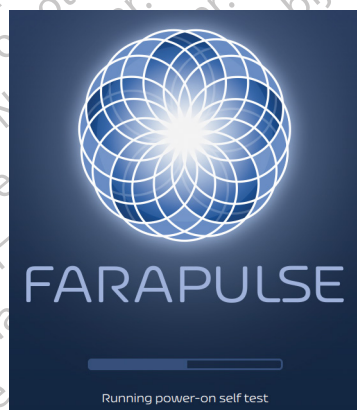

Bild 2. Välkomstskärm med POST-förloppsindikator
2. FARASTAR PFA-generator startar sina Power On Self Tests (POST) (Självtester vid påslagning). Under tiden kommer startskärmen att visas och den indikerar hur POST-processen fortskrider. Se bild 2.